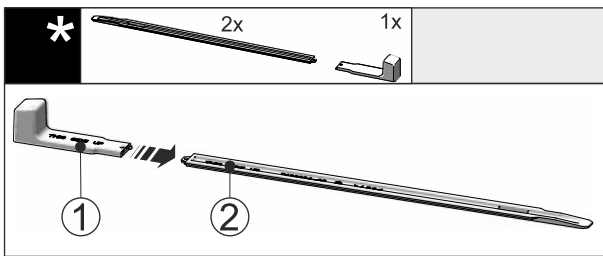

Fig. 42
▶ Stikk monteringshåndtakene Fig. 42 (1) på nivellerings-skinnen Fig. 42 (2).